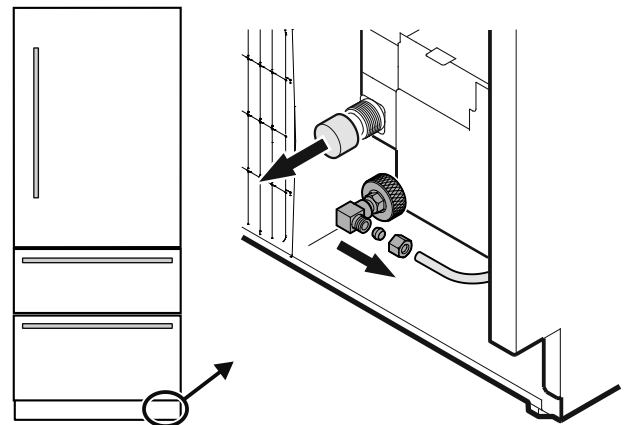

Figure 16
5. Retirer le couvercle de l'électrovanne (Figure 16).